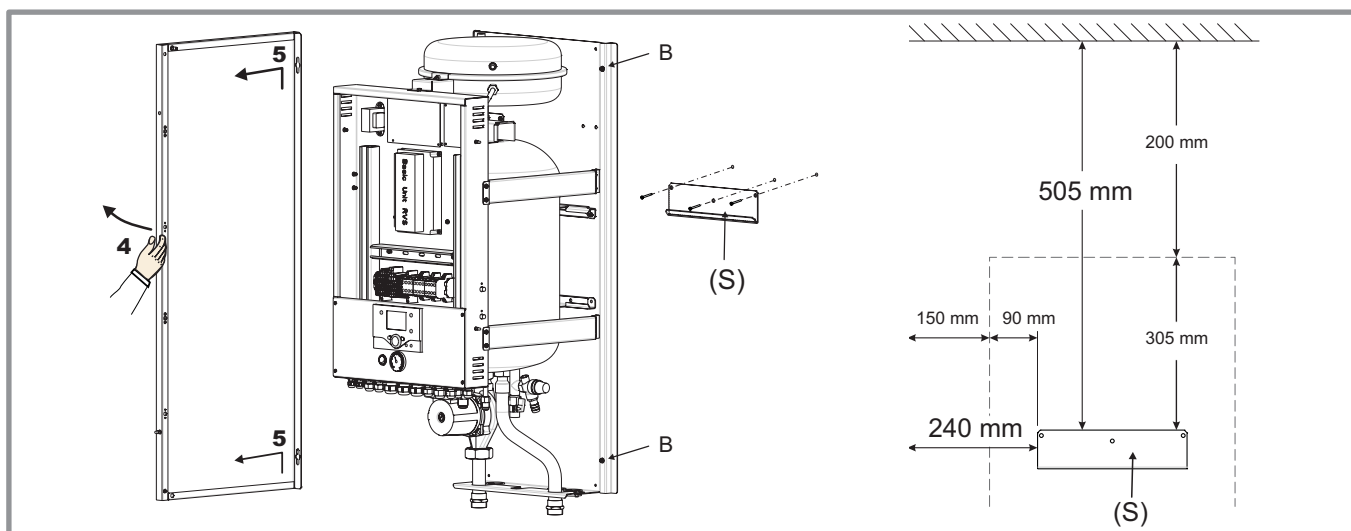

figure 17 - Dépose des côtés et fixation du support
- 4, 5 : Déposer les côtés (4 vis B, figure 17).